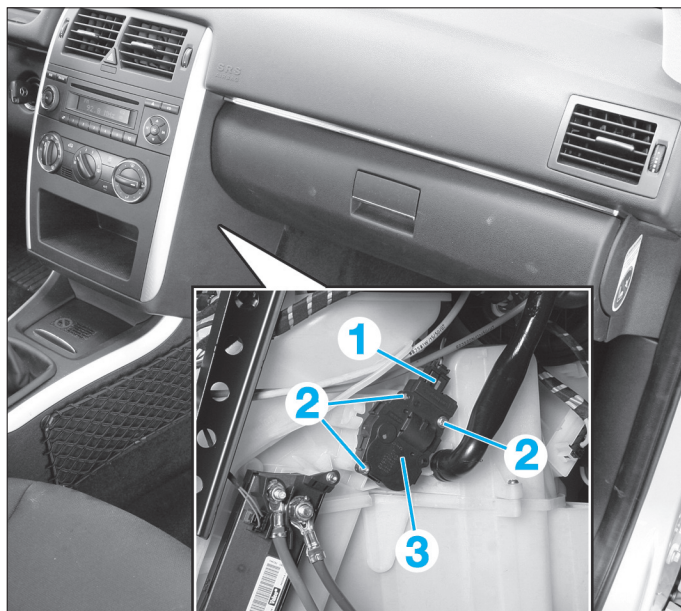

FIG. 37
- Débrancher le connecteur (1) (Fig.37).